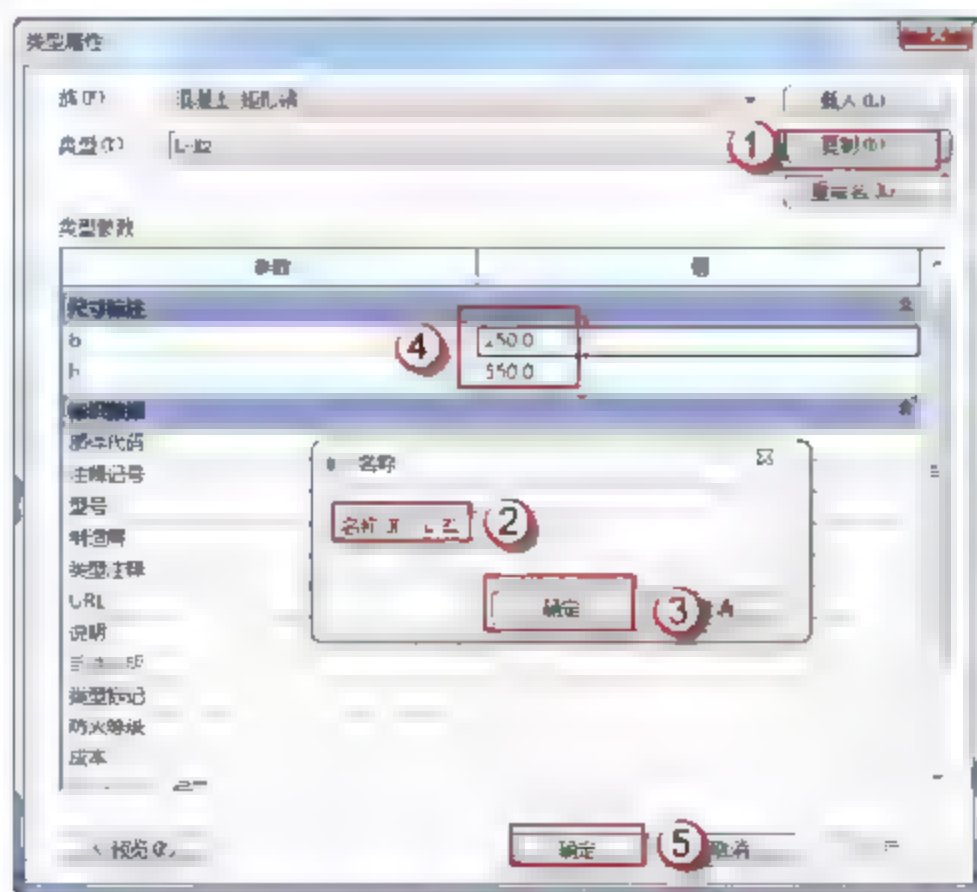

图 3.1.73 编辑信息 L-E2
(20) 设置 L-E2。选择“结构”→“梁”→“编辑类型”命令，在弹出的“类型属性”对话框中，单击“复制”按钮，在弹出的对话框中输入 L-E2，单击“确定”按钮。在“尺寸标注”栏中输入 b、h 的尺寸，单击“确定”按钮，如图 3.1.73 所示。